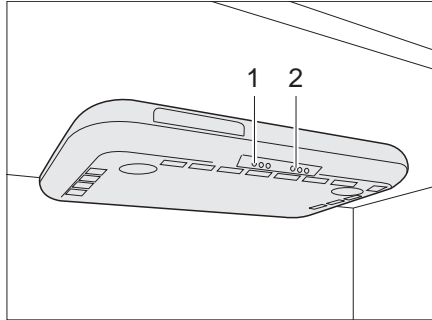

Fig. 219 Campana
- Conectar y desconectar la campana con el interruptor (Fig. 219,1).
- Conectar y desconectar las luces de la cocina con el interruptor (Fig. 219,2).